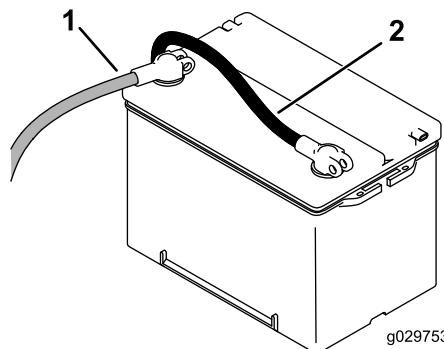

Figura 49
- Collegate il cavo positivo (rosso) al terminale positivo (+) e il cavo negativo (nero) al terminale negativo (-) della batteria (Figura 49).